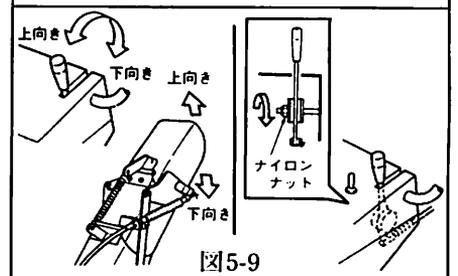

図5-9
投雪距離を調整するため、シュートキャップの上下をコントロールします。レバーを前方に倒すと、シュートキャップは下向きになり、雪は手前に落ちます。レバーを手前に引くと上向きになり、雪は遠くへ飛びます。(図5-9参照)
**!** シュートが雪の飛び出す力で戻される時は、操作盤の下にあるナイロンナットを増締めすることにより、シュート上下レバーの操作強さを適宜調整してください。(図5-9参照)